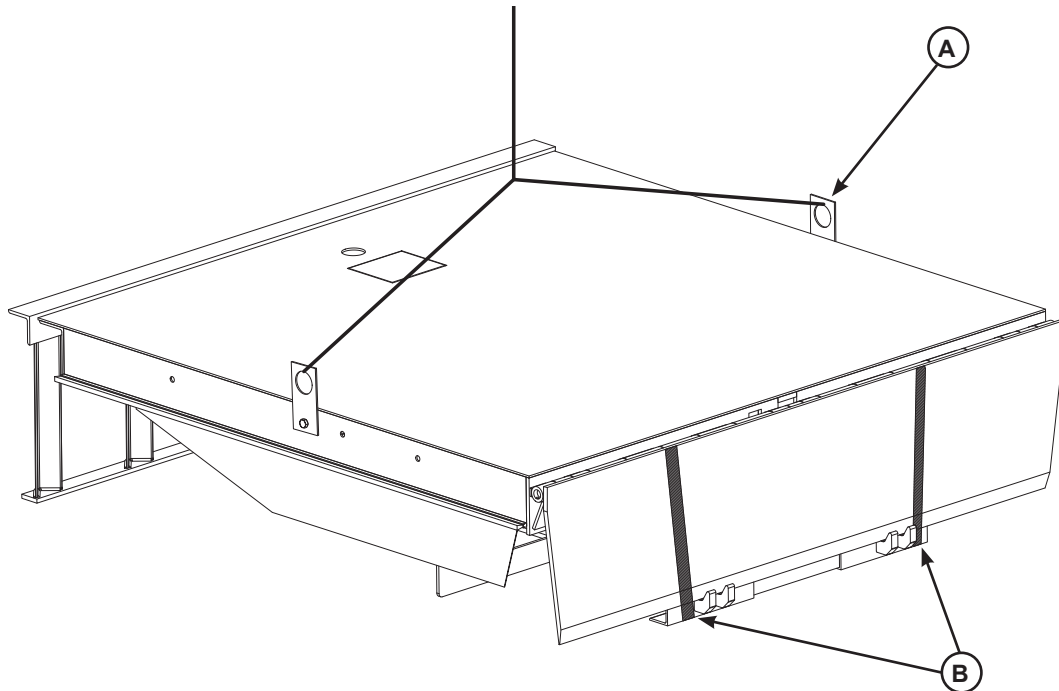

Figure 6
Les niveleurs de quai Systems, LLC sont livrés avec des pattes de levage (A) attachées aux poutrelles latérales de la plateforme et des feuillards (B) qui encerclent le hayon de plateforme et le bâti du niveleur (voir Figure 6).